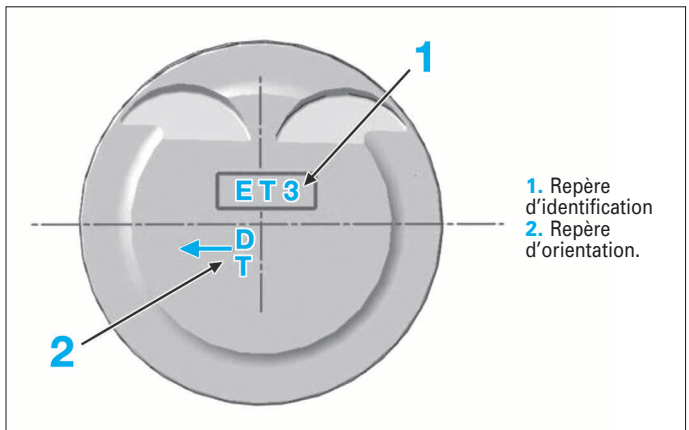

FIG. 15
Un repère d'identification (1) est marqué sur la tête du piston. Le sens de montage (2) est dirigé côté distribution (Fig.15).